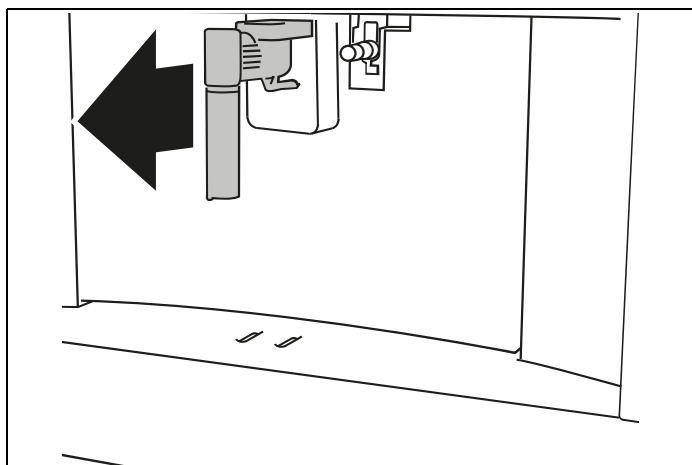
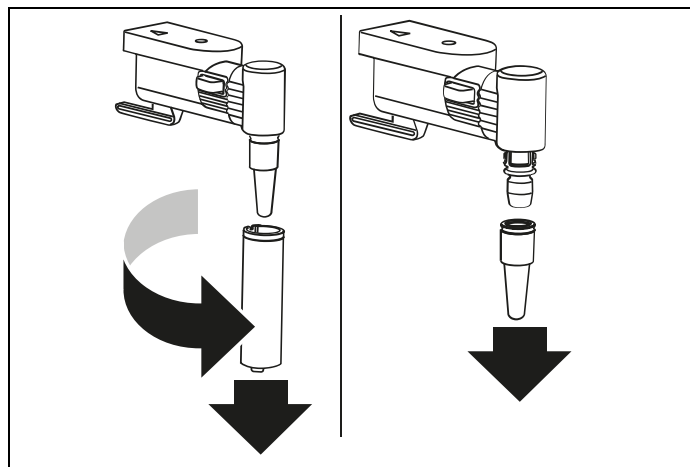

Fig. 33
Fig. 40
Avlägsna hetvatten/ångpipen (**C6**) (Fig. 33 ).
- 2) Vänta några minuter medan hetvatten/ångpipen kallnar och dra sedan ut den (Fig. 33 ). Håll pipen stadigt med en hand och med den andra, vrid och lossa cappuccinomaskinen genom att dra den nedåt (Fig. 40 ).
- 3) Avlägsna också ånganslutningsmunstycket genom att dra det nedåt (Fig. 40 ).